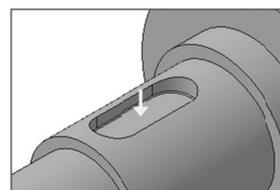

Рис. 7.18
- Скруглите  дно паза радиусом 0,25 мм. Укажите саму грань – но (рис. 7.18). Система автоматически определит все принадлежащие ей ребра.